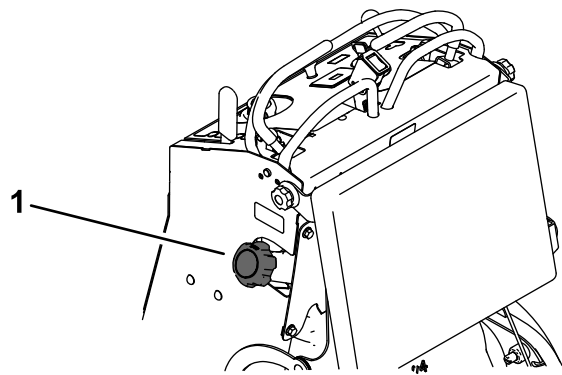

Figure 32
3. Nettoyez la surface autour du bouchon du réservoir de carburant pour éviter que des débris ne tombent à l'intérieur du réservoir (Figure 32).
6. À l'aide du siphon, vidangez le carburant dans un bidon propre (Figure 32).